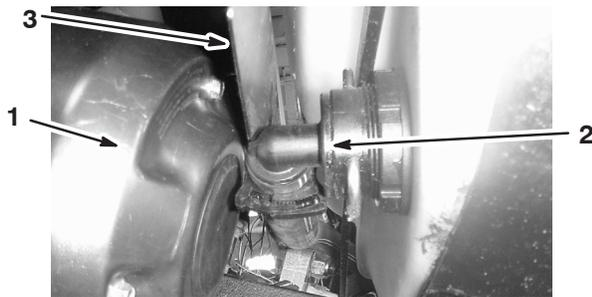

Figure 54
3. Débranchez le flexible situé sur la face avant inférieure de la cuve (Fig. 54).
Remarque : Il faudra éventuellement pousser le déflecteur de chaleur (Fig. 54) en arrière pour déposer le couvercle.
7. Branchez le flexible à l'avant de la cuve (Fig. 54).